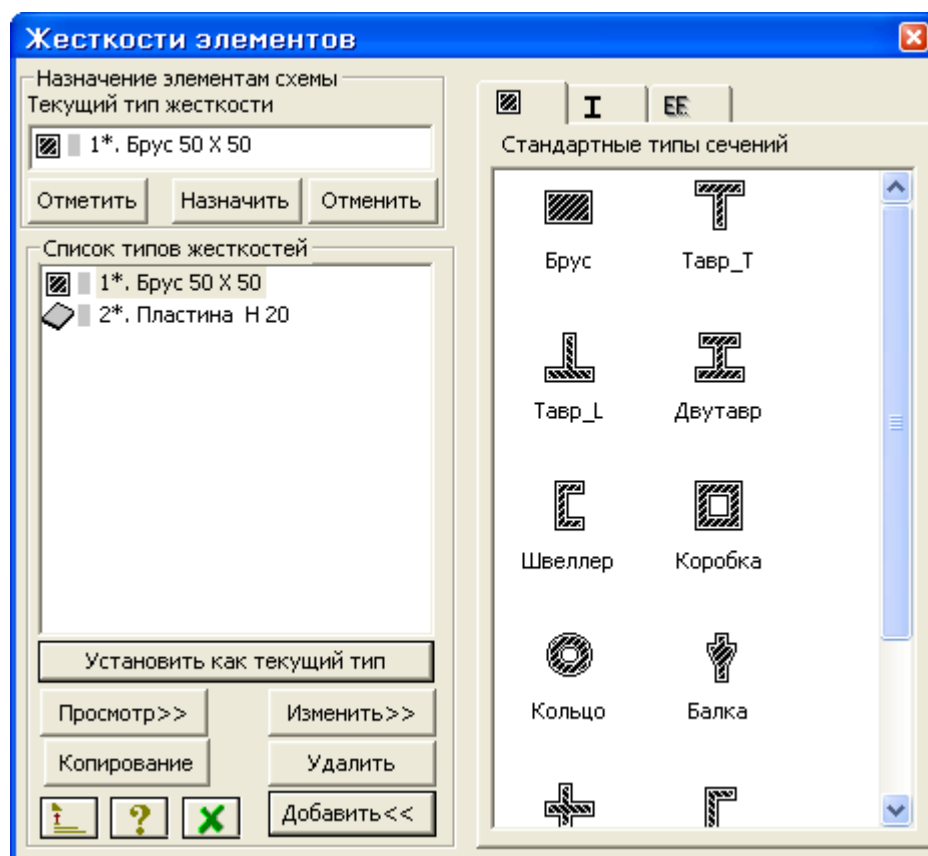

Рис.16.5. Диалоговое окно **Жесткости элементов**
- С помощью меню **Жесткости** ⇒ **Жесткости элементов** (кнопка  на панели инструментов) вызовите диалоговое окно **Жесткости элементов** (рис.16.5).